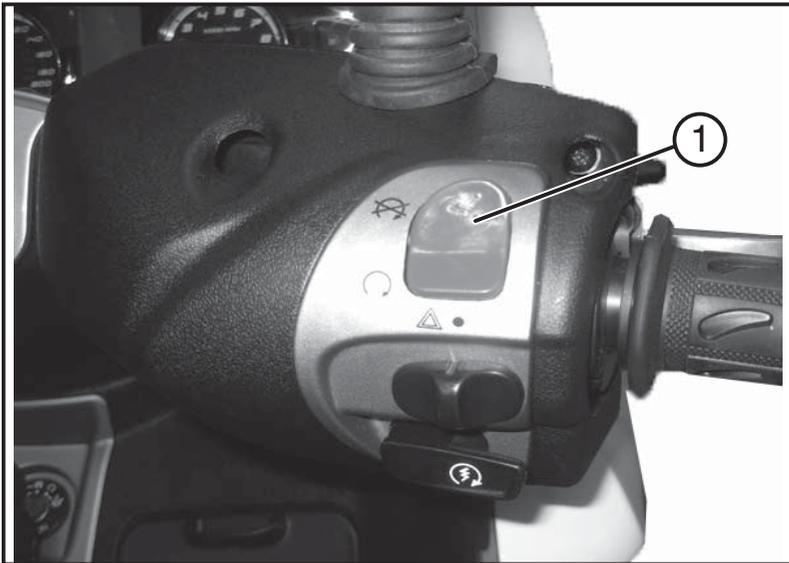

Fig. 01
5.5 ARRÊT DU MOTEUR (Fig. 01)
1- Appuyer sur la commande d'arrêt moteur « **1 - Fig.01** », en laissant la clé de contact sur la position « **ON** ».